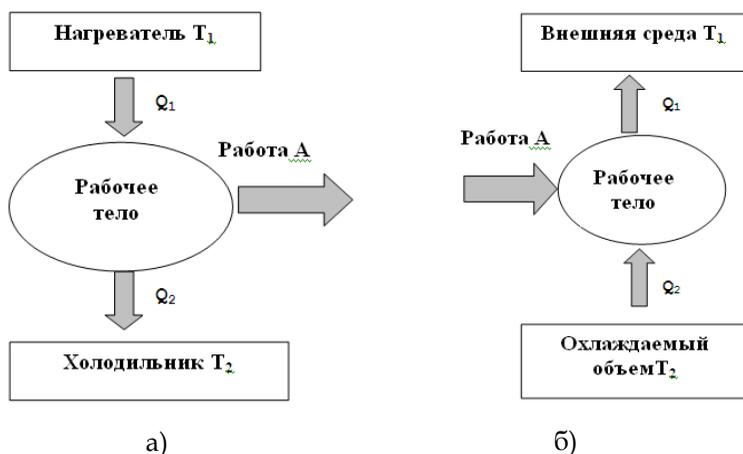

Рис. 7. Условные схемы работы а) тепловой и б) холодильной машин
В холодильной машине (рис. 7б) за счет работы внешнего источника энергии от охлаждаемого объема отнимается количество теплоты  $Q_2$  и передается во внешнюю среду  $Q_1$  (в соответствии с формулой (34)).